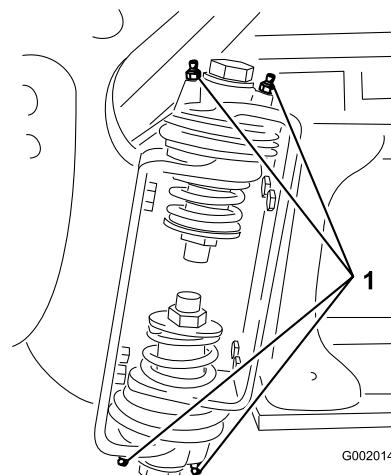

Figure 35
- Injectez la graisse dans le roulement ou la bague de chaque graisseur (Figure 35).